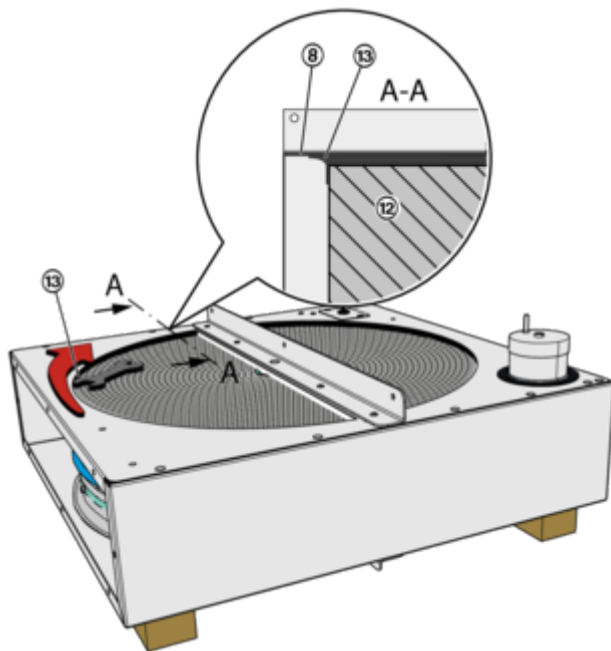

Abb. 52: Umlaufdichtung einsetzen
13. ▶ Die an der Speichermasse (Abb. 52 /12) befestigte Umlaufdichtung (Abb. 52 /13), z.B. mit einem Schraubenschlüssel in Position bringen. Die Innenseite der Umlaufdichtung ist nach außen gewölbt und muss unter das Blech (Abb. 52 /8) geschoben werden.